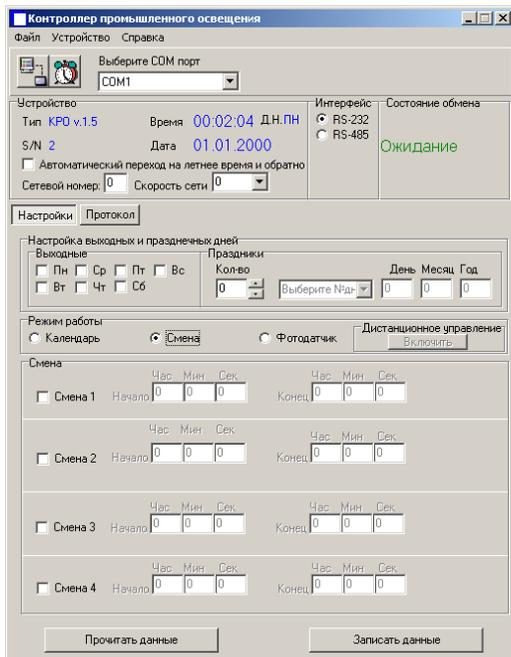

Рис. 5
2.2.22 При выборе режима «Смена» необходимо выполнить следующие настройки (рис. 5).